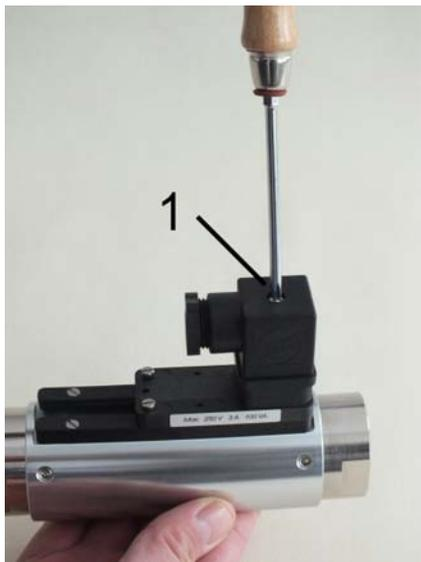

Abb. 19: Steckerdose lösen
1. ➤ Befestigungsschraube (Abb. 19/1) von der Steckerdose lösen
9. → Steckerdose auf Gerätestecker stecken und Befestigungsschraube (Abb. 19/1) anziehen